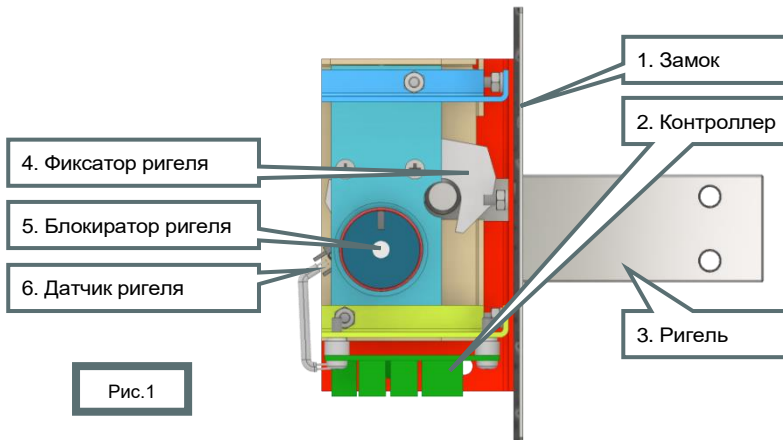

Рис.1
Замком **Promix-SM307** (рис.1-[1]) в четырёх исполнениях организуется парковочное место (п.3.3 «Описание исполнений»).
Контроллером замка (рис.1-[2]) осуществляется управление и сбор состояний механизмов замка. Используется в качестве элемента СКУД.
Ригель замка (рис.1-[3]) устанавливается на транспортном средстве. Встроенной в ригель
Хранение транспорта в парковочном месте осуществляется удерживанием ригеля в замке механизмом фиксации (рис.1-[4]) и механизмом блокировки (рис.1-[5]). Контроль наличия ригеля осуществляется механическим концевым датчиком (рис.1-[6]).
Напряжение блокиратора ригеля (рис.1-[5]), В	12±2
Тип выводов концевой датчика ригеля (рис.1-[6])	«сухой контакт»
ZAM - +12В	Канал коммутации блокиратора ригеля (рис.1-[5])
1. Разблокировка транспорта: силовой канал коммутации блокиратора ригеля напряжением +12В (рис.1-[5]).
3. Контроль наличия ригеля: информационный канал датчика ригеля типа «сухой контакт» (рис.1-[6]).